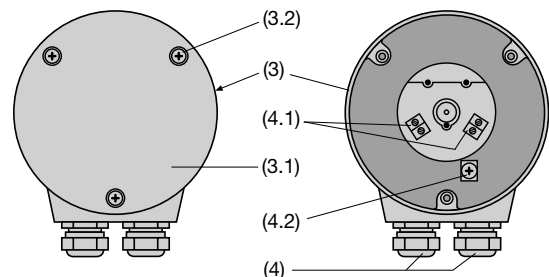

Bild 6. Rückenteil (3) mit Klemmen (4.1) sowie (4.2) und Stopfbuchsen (4).
Bei den Varianten mit direkt am Messumformer angebrachten **Schraubklemmen** und **Stopfbuchsen** befinden sich 4 Schraubklemmen (4.1) und 1 Erdungsklemme (4.2) – wie Bild 6 zeigt – im Rückenteil (3). Die Schraubklemmen eignen sich für max. 1,5 mm² Drahtquerschnitte und sind nach Abnehmen des Deckels (3.1) zugänglich.
... mit **Schraubklemmen** und **Stopfbuchsen** die 3 Schrauben (3.2) herausschrauben, und den Deckel (3.1) abnehmen (Bild 6, links).
- ... mit **Schraubklemmen** und **Stopfbuchsen** die 3 Schrauben (3.2) herausschrauben, und den Deckel (3.1) abnehmen (Bild 6, links).